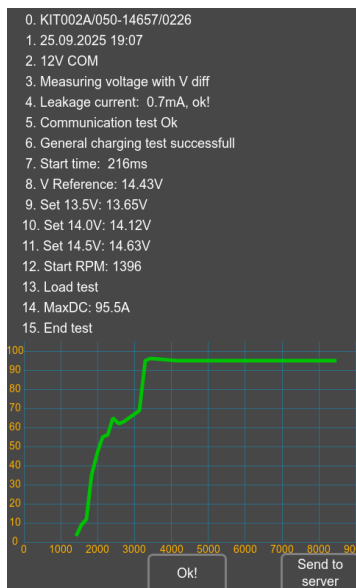

Рисунок 15
8. После завершения всех этапов проверки стенд создаёт отчёт и выведет его на экран см. рис. 15.